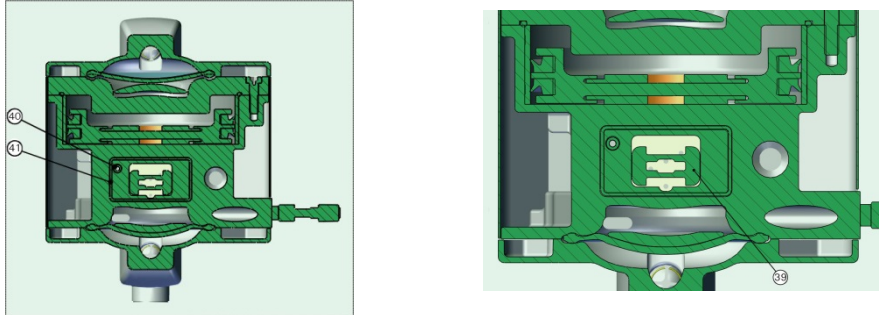

图 11：陶瓷板和气动阀块的位置
- ✓ 将陶瓷板（42）插入泵的中间部分，使一个孔与 O 形圈（40）对齐（见图 11，左）。
- ✓ 安装方向由气动阀块（49）上的开口和泵中心件上的凹口显示（见图 11，右）。